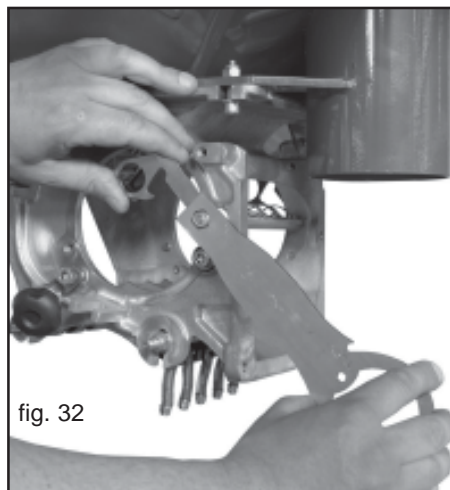

fig. 32
- 3) Desserrer les dés M8 (Fig. 32) avec la clé à usage multiple en dotation.